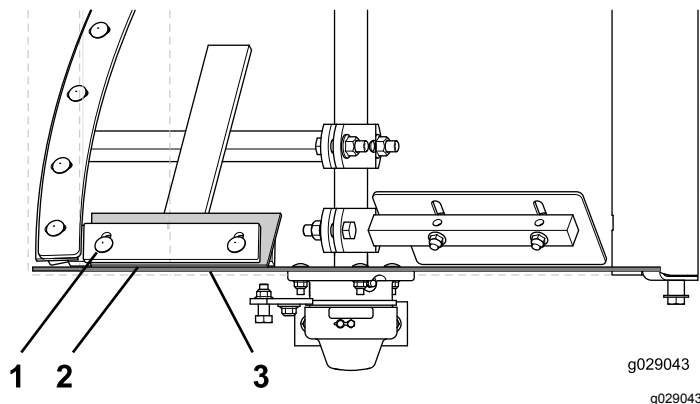

Figure 72
4. Desserrez les boulons de carrosserie et les contre-écrous à embase qui fixent la lame et le racloir à la pale fixe (Figure 72).